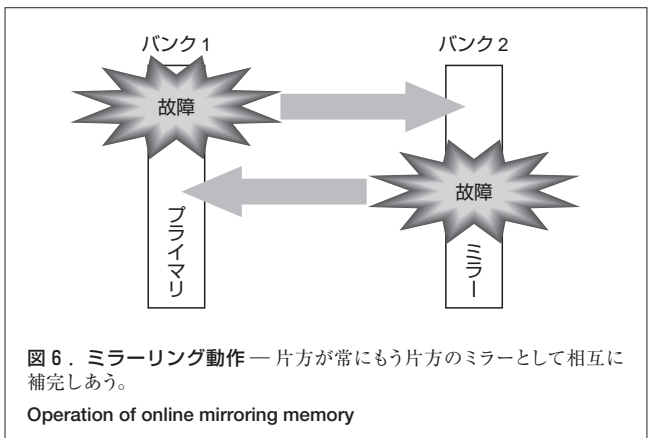

図6. ミラーリング動作—片方が常にもう片方のミラーとして相互に補完しあう。
2.2.2 メモリミラーリング機能 メモリミラーリング機能は、偶数のメモリを搭載することにより、片方が常にもう片方のミラーとして相互に補完し合うことで、マルチビットエラーが発生してもシステムの稼働を続けられる機能である（図6）。